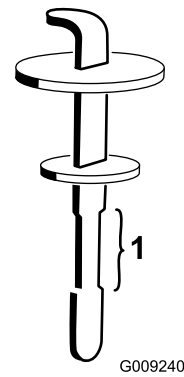

Bild 83
4. Entfernen Sie den Peilstab aus dem Einfüllstutzen und wischen ihn mit einem sauberen Lappen ab. Stecken Sie den Peilstab in den Einfüllstutzen und ziehen ihn dann heraus, um den Ölstand zu prüfen. Der Ölstand sollte zwischen den beiden Marken am Peilstab liegen (Bild 83).